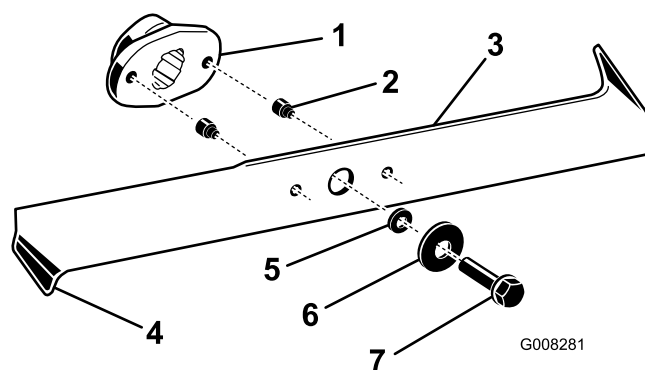

Figura 41
2. Controllate i taglienti (Figura 41). Se i taglienti non sono affilati o presentano intaccature, togliete le lame ed affilatele; vedere Affilatura delle lame \(pagina 34\).
3. Controllate le lame, in particolare i bordi curvi (Figura 41). In caso di usura o
4. Sostituite immediatamente i perni di sicurezza se sono spezzati (Figura 41).
3. Togliete i bulloni, le rondelle e le lame (Figura 41). In sede di rimozione dei bulloni, per bloccare le lame inserite un blocco di legno tra ogni lama e il tosaerba.
1. Montate le lame, le rondelle e i bulloni delle lame (Figura 41).